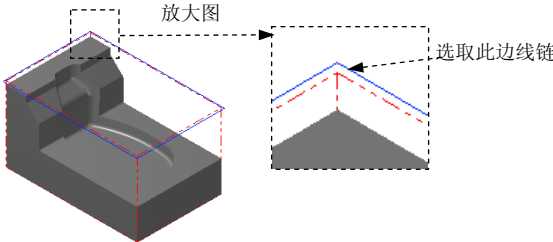

图 3.10 选取切削范围边线
(2) 设置加工边界。在 **边界范围** 区域中单击  按钮, 系统弹出“串连选项”对话框。在图形区中选取图 3.10 所示的边线链。单击 ☒ 按钮, 系统返回至“刀具路径的曲面选取”对话框。
(3) 单击 ☒ 按钮, 完成加工区域的设置, 同时系统弹出“曲面粗加工等高外形”对话框。
Step3. 确定刀具类型。在“曲面粗加工等高外形”对话框中, 单击 **刀具过滤** 按钮 (注: 此处软件翻译有误, “过滤”应翻译为“过虑”), 系统弹出“刀具过滤列表设置”对话框。单击 **刀具类型** 区域中的 **全关 (X)** 按钮后, 在刀具类型按钮群中单击  (圆鼻刀) 按钮。单击 ☒ 按钮, 关闭“刀具过滤列表设置”对话框, 系统返回至“曲面粗加工等高外形”对